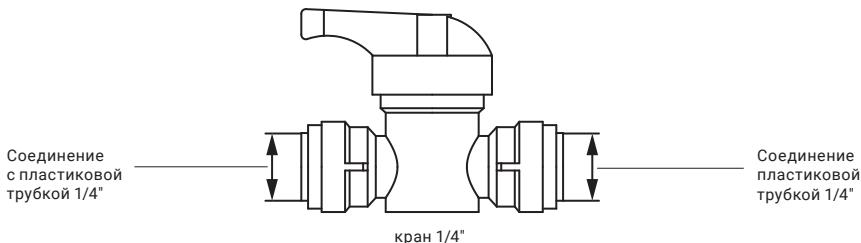
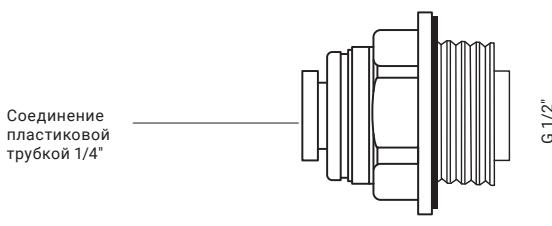

Рис. 12
Рис. 13
2. Подсоедините свободный конец синей трубы к крану 1/4" (рис. 12) или к переходнику 1/2" x 1/4" (рис. 13) (переходник используется для подключения линии пермеата к водопотребителю).